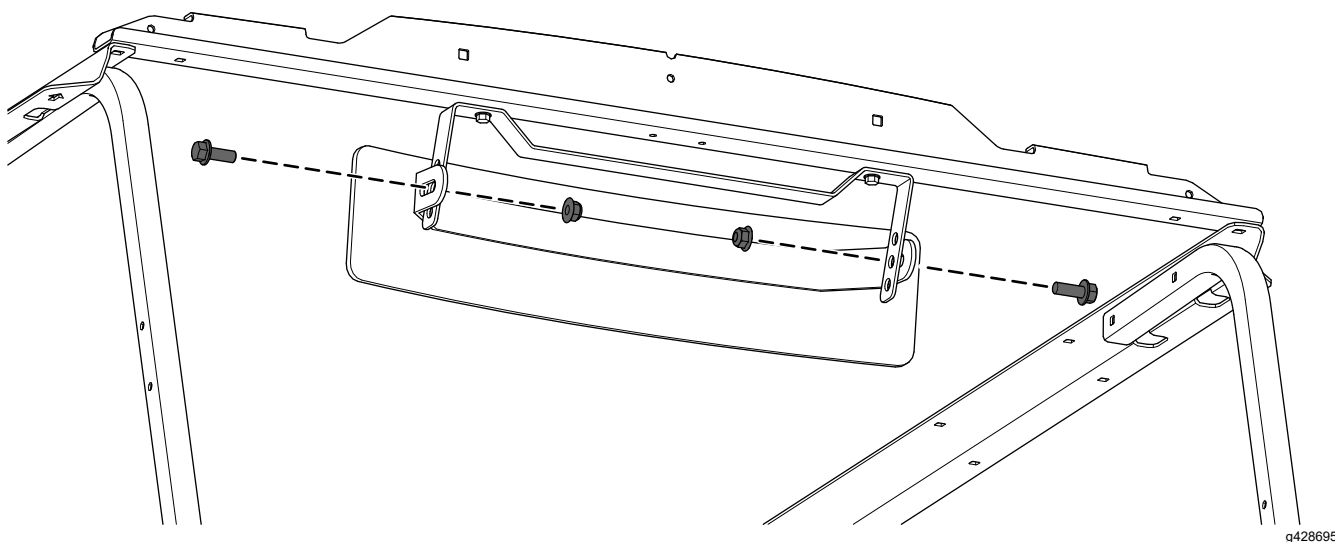

Figura 5
2. Fixe o espelho de grande ângulo à montagem utilizando dois parafusos com cabeça de anilha sextavada ($\frac{3}{8} \times 1$ pol.) e duas porcas de bloqueio ($\frac{3}{8}$ pol.), como mostra a Figura 5.